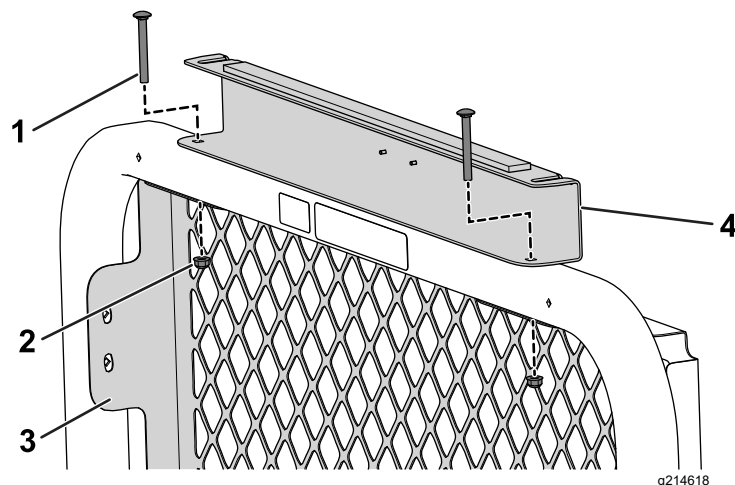

Figura 33
5. Utilizzate 2 bulloni a testa tonda (5/16" x 2 3/4") e 2 dadi flangiati (5/16") per fissare il supporto posteriore del tettuccio e la griglia posteriore sul roll bar (Figura 33).